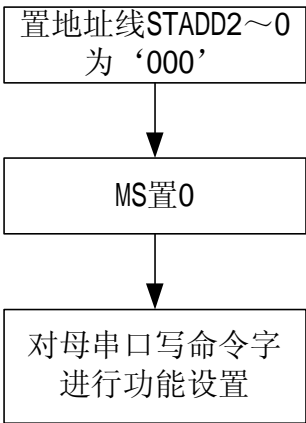

图 7 功能设置流程图
具体设置方法为：将地址线 STADD2~0 全置为 ‘0’，外部 MCU 通过母串口写入控制命令对芯片进行设置。设置流程参见图 7：
设置流程参见图 7，功能寄存器结构参见图 8，其中 FL 是用来设置帧长的位，为 ‘0’ 表示 10bit，‘1’ 表示 11bit。
**波特率的设置：**在两种工作模式下，将地址线 STADD2~0 全置为 ‘0’，外部 MCU 可以通过母串口写入特定的控制命令对串口工作波特率进行设置。设置流程参见图 7，功能寄存器结构参见图 8，其中 BR2~0 是用来设置波特率的位。